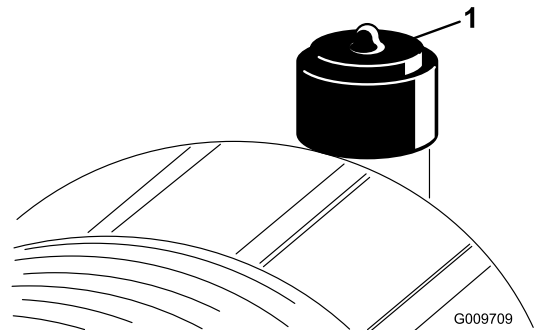

Bild 44
Warten Sie den Luftfilter nur, wenn die Wartungsanzeige dies angibt (Bild 44). Das frühzeitige Auswechseln des Luftfilters erhöht nur die Gefahr, dass Schmutz in den Motor gelangt, wenn Sie den Filter entfernen.
6. Stellen Sie die Anzeige (Bild 44) zurück, wenn sie auf Rot steht.